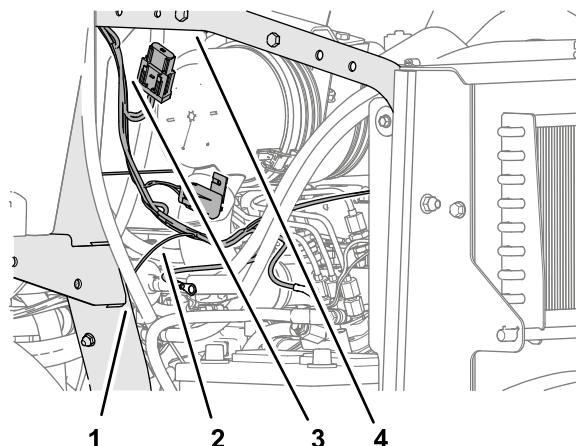

Bild 7
1. Verlegen Sie den Stromkabelbaumzweig mit dem Flachsteckeranschluss an der linken Seite der Maschine zur Vorderseite des Motors und des unteren Überrollbügelrohrs (Bild 7).
3. Verlegen Sie den Stromkabelbaumzweig mit dem 2-Stift-Stecker, 1-Stift-Stecker und 8-Buchsen-Stecker entlang des unteren Überrollbügelrohrs und nach oben zum Stützrohr (Bild 7).